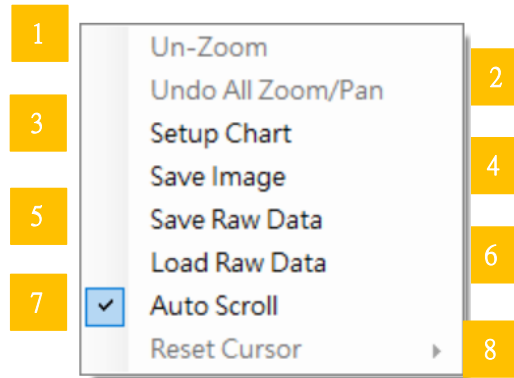

图 9 : 图表功能选项-详细信息
- (1) 取消缩放：取消或恢复放大图表，将图形恢复到原始大小
- (2) 复原所有缩放/平移：将图形缩放恢复或重置为其默认或原始状态
- (3) 图表数值设置：设置 X/Y 轴值（见下页图 9）
- (4) 保存压力波形：将波形以 jpg. 档案保存到 PC 或笔记型电脑
- (5) 保存原始数据：将图形以 csv. 文件保存到 PC 或笔记型电脑
- (6) 加载原始数据：加载上次保存的图表
- (7) 自动滚动：自动按比例缩小显示整个压力波形
- (8) 重置游标：共有 4 个游标，使用者可以将游标从图形旁边的点拖曳出来，用以查看时间-压力关系的详细信息